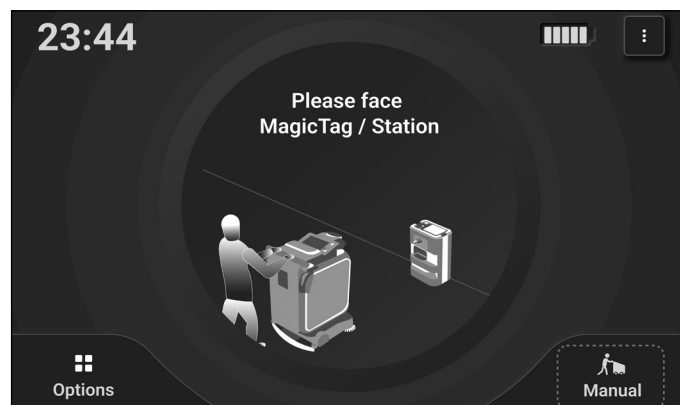

Figure 45
1. Appuyez sur « Manuel » sur la page d'accueil (**Fig. 45**).